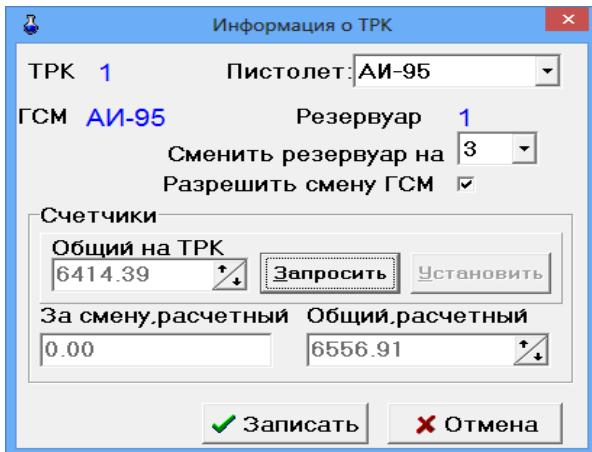
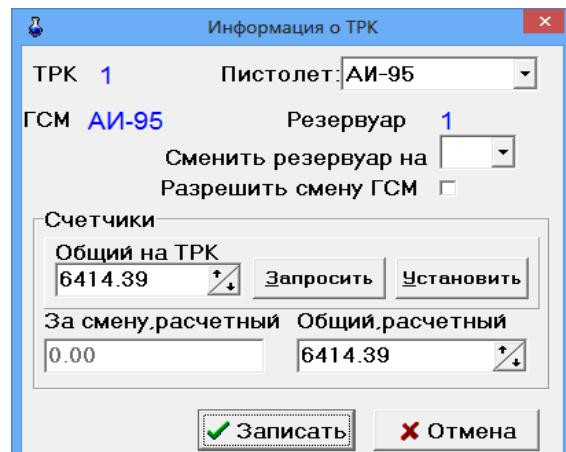

Рис. 27
Рис. 28
Для выбора ТРК щелкните на строке с номером ТРК или наберите «Ctrl+Y» (где Y - номер используемой ТРК (цифры 1, 2, 3 и т.д.)). На экране появится окно «Информация о ТРК» (рис.27).
Для интеллектуальных ТРК (имеющих электронный счетчик), при повешенном пистолете можно посмотреть общее (физическое) значение электронного счетчика ТРК (если в программе конфигурации не стоит настройка «Считывать электронные счетчики с ТРК», щелкните кнопку «Запросить»)(рис.27). Появившееся значение общего счетчика с ТРК и расчетное значение общего счетчика должны совпадать (рис. 28). При наличии настройки «Считывать электронные счетчики с ТРК», значения считаются автоматически (кнопка «Запросить» не активна).
**Внимание!** Под администратором можно дать возможность изменения общего расчетного счетчика ТРК старшим оператором (рис.28а). Настройка сохраняется сразу, без всяких подтверждений при закрытии окна «Информация о ТРК».
Рис.28а